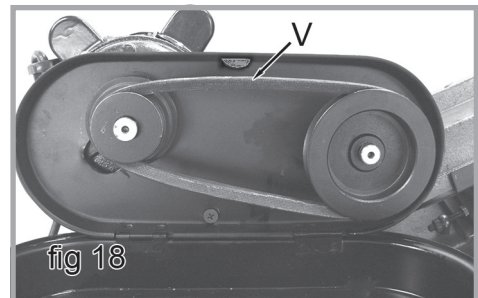

fig 18
14. Soulevez le moteur et placer la courroie autour du sommet de rainures à la fois la poulie du moteur et la poulie à engrenage à vis sans fin (fig 18).
2. Placez les extrémités de la poignée de transport à travers les 2 trous de la base sur le côté opposé du moteur (fig 18).